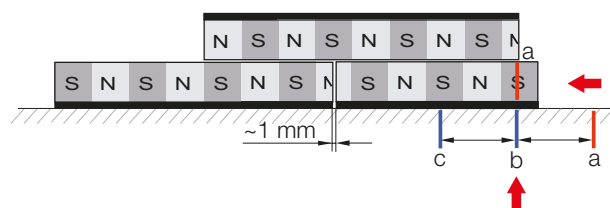

Fig. 4-12 : Positionnement du corps de mesure raccourci
8. Poser le corps de mesure auxiliaire sur le corps de mesure M1 et les amener dans une position stable (Fig. 4-12).
Glisser le corps de mesure M2 raccourci à l'impact jusqu'à ce que le marquage (a) du corps de mesure soit affleurant au marquage (b) ou (c) de la partie machine (Fig. 4-12). Le corps de mesure auxiliaire doit à présent seulement se trouver dans une position stable, dans laquelle il s'emboîte. Décaler éventuellement le corps de mesure M2 de 1 mm vers la gauche ou vers la droite, afin de trouver la position présentant la plus grande force d'attraction.